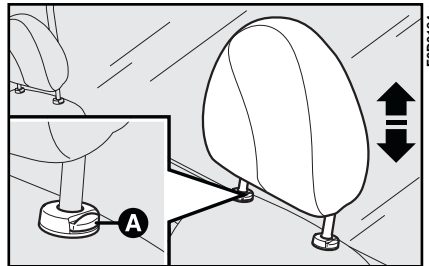

Abb. 71a
- Druck auf die Taste **A**, **Abb. 71a** und Verstellung der Kopfstütze in vertikaler Richtung in die gewünschte Position;
Für Rückstellung: Druck auf die Auslösetaste **A**, **Abb. 71a** und dann die Kopfstütze in ihre Aufnahme auf der Rückenlehne herunterdrücken.
- 2) Druck auf die Taste **A**, **Abb. 71a** und dann die Kopfstütze herausnehmen.